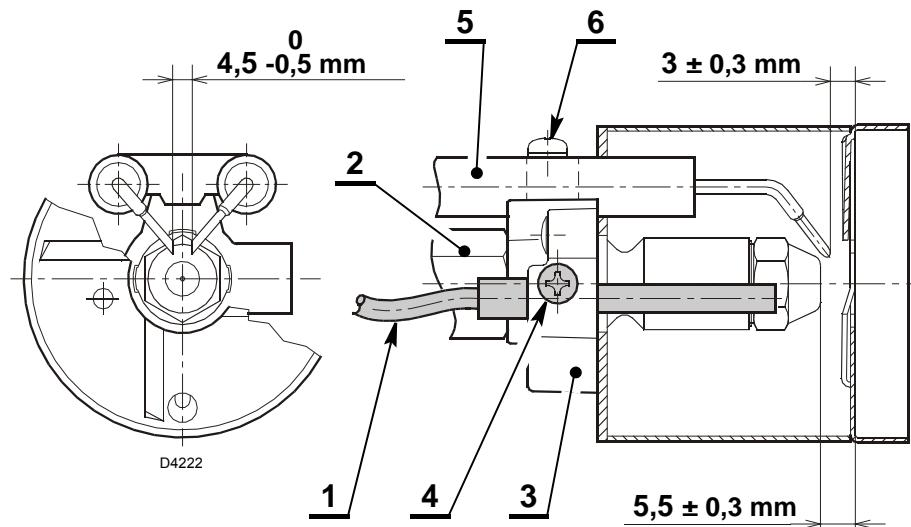

Fig. 12
Respetar las medidas de la Fig. 12.
- apoyar el conjunto soporte estabilizador 3)(Fig. 12) en el portaboquilla 2)(Fig. 12) y bloquear con el tornillo 4)(Fig. 12).
- Para posibles ajustes del grupo electrodos 5) aflojar el tornillo 6)(Fig. 12).
- introducir la fibra óptica 1)(Fig. 12) en el conjunto soporte del disco estabilizador 3) y asegurarse de que llegue hasta el final.
- Apretar con cuidado el tornillo 4)(Fig. 12) para bloquear la fibra óptica 1)(Fig. 12).